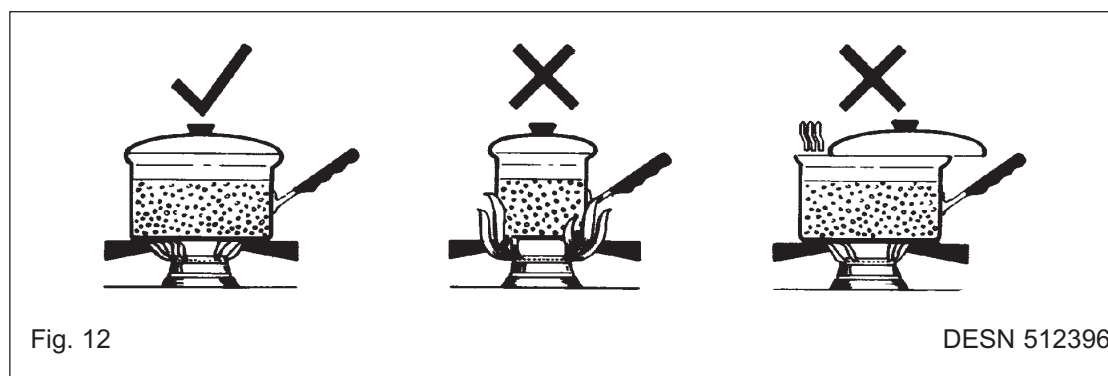

Fig. 12
- Coloque as panelas centradas nos queimadores. As chamas devem ficar completamente cobertas pelos fundos. Não permita que as chamas subam pelos lados das panelas (ver Fig. 12).